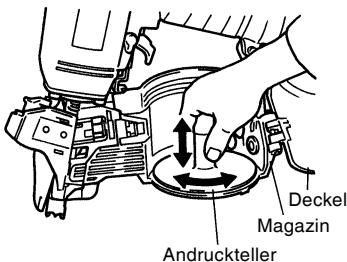

Abb. 2
- Stellen Sie die Position des Andrucktellers auf die Länge der Nägel ein. (Abb. 2)